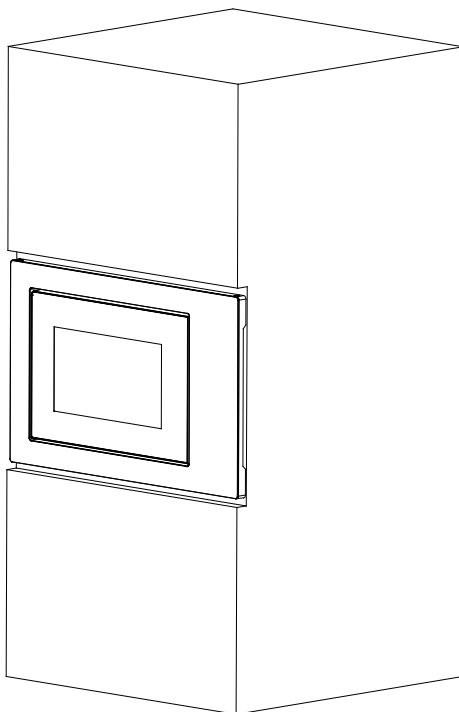

Fig.2
b) Pousser le four à micro-ondes jusqu'au bout. (Fig.2)